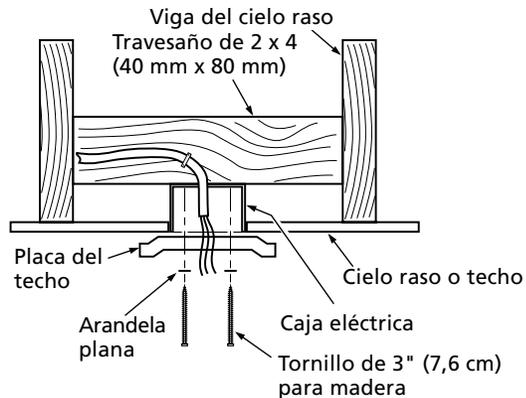

Figura 2c - Forma de fijar la placa del techo en el travesaño de 2 x 4 (40 mm x 80 mm)
5. Coloque una arandela plana en cada uno de los dos tornillos de 3" y pase los tornillos a través de los agujeros ranurados en la placa del techo, como se muestra en la Figura 2c.